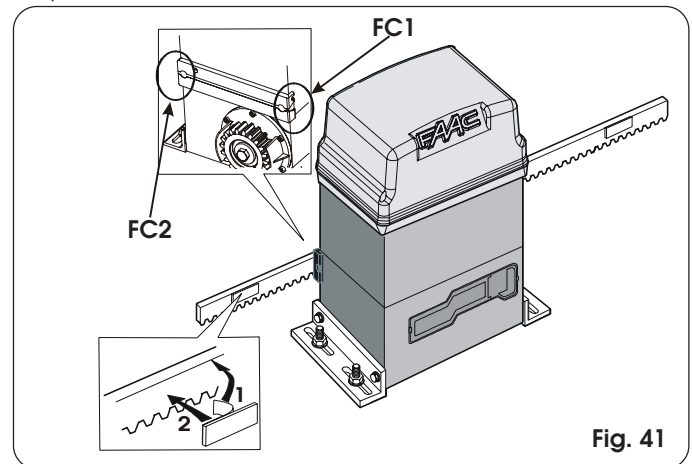
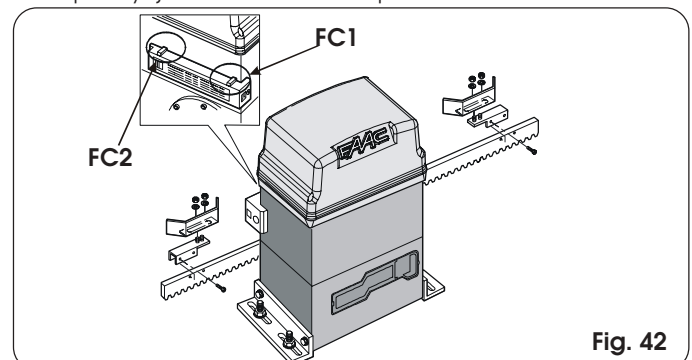

Fig. 41
Fig. 42
El operador 746 está provisto de un sensor de fin de carrera que, al detectar el paso de una referencia aplicada en la cremallera, manda la parada del movimiento de la cancela. El dispositivo puede ser del tipo MLS (fig. 41) o inductivo (fig. 42).
- 10) Limpíen la cremallera en los puntos de aplicación, quiten la película colocada en la parte adhesiva de los imanes (fig. 41 ref. 1) y coloquen de nuevo los imanes con la banda adhesiva en contacto con la cremallera (fig. 41 ref. 2).
- 1) Ensamble el fin de carrera centrando la chapa respecto a los pernos roscados del soporte (Fig. 42).